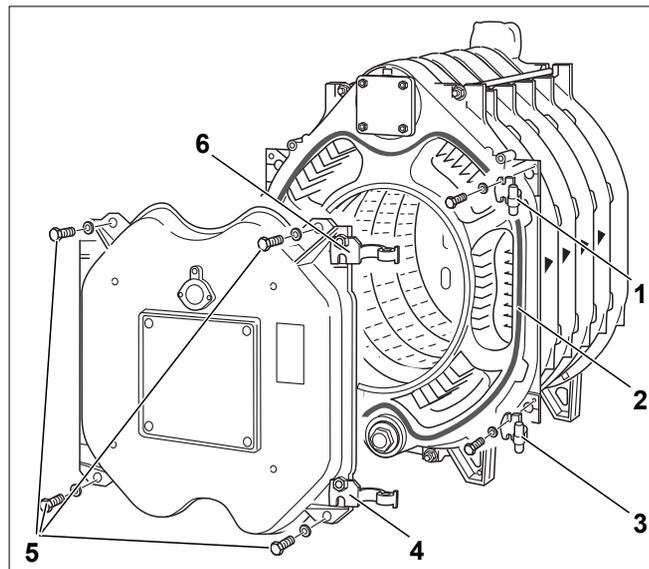

Рис. 26 Навеска дверцы горелки
На заводе обе шарнирные петли дверцы горелки устанавливаются справа (рис. 26, [4] и [6]). Для левой навески дверцы нужно снять петли и установить их с левой стороны.
- ▶ Закрепите шарнирные крюки (рис. 26, [1] и [3]) двумя болтами М 12 х 50 на передней секции. На рис. 26 показана правая навеска дверцы. Для навески дверцы слева закрепите крюки соответствующим образом с левой стороны.
- ▶ Приклейте шнур GP  $\varnothing$  18 мм на передней секции. При этом место стыка уплотнительного шнура должно быть сбоку (рис. 26, [2]).
- ▶ Закройте дверцу горелки и закрепите её 4 болтами (M16 x 140) (рис. 26, [5]). Затяжку болтов производите равномерно крест-накрест.